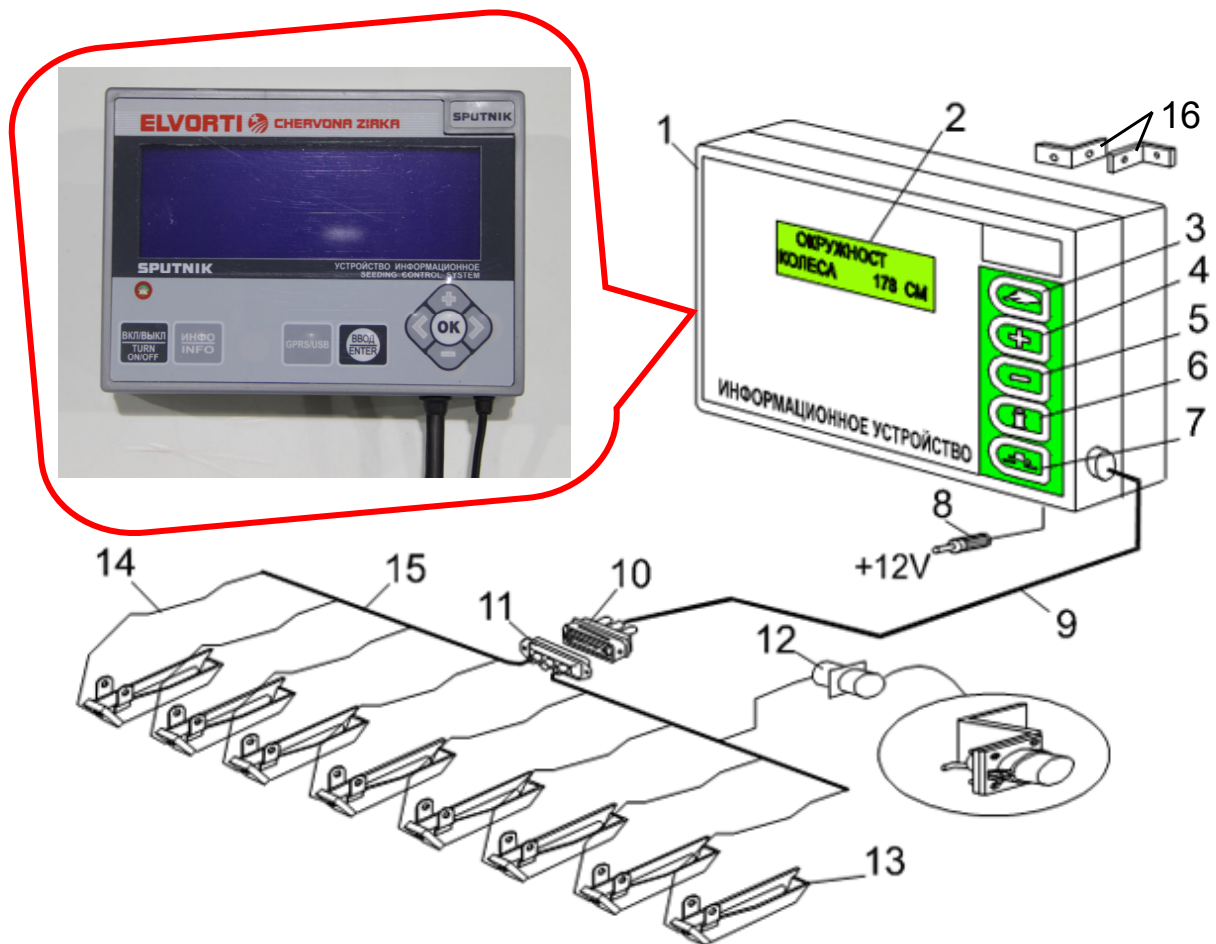

Рисунок 3. Система контролю (інформаційний пристрій “СПУТНИК” (8-ми рядний комплект)):
2. Під час зберігання системи контролю висіву насіння (рисунок 3) дотримуватись рекомендацій, вказаних в Інструкції з експлуатації вказаної системи (сайт розробників систем контролю: <http://www.rudenko.poltava.ua/>).